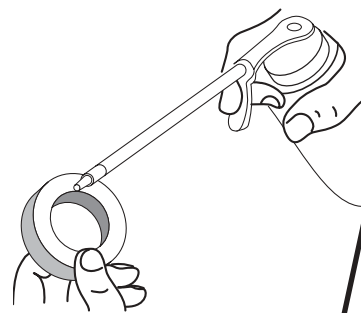

Fig. 24
13. Inserte los extremos de la línea a través de los ojillos de la bobina exterior y coloque el carrete interior con el resorte dentro de la bobina exterior (Fig. 24). Empuje el carrete interior y la bobina exterior entre sí. Mientras sostiene el carrete interior y la bobina exterior, tome los extremos y tire con firmeza para soltar la línea de las ranuras de fijación de la bobina.
4. Aplique suficiente aceite limpio SAE 30 para recubrir ligeramente el filtro (Fig. 24).